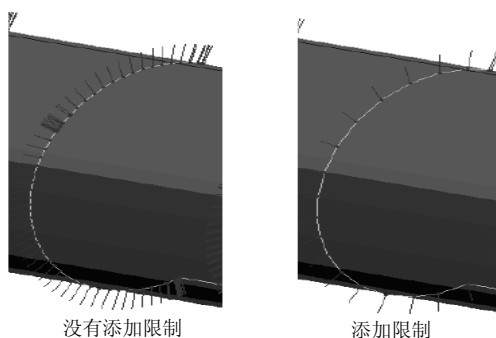

图 1-53 轨迹优化
1) 最小刀轴转角：刀轴转角是指相邻两个刀轴间的夹角。最小刀轴转角限制的是两个相邻刀位点之间刀轴转角必须大于此数值，如果小了，就会忽略掉。如图 1-53 所示，左图没有添加此限制，右图添加了此限制，且最小刀轴转角为 10° 。